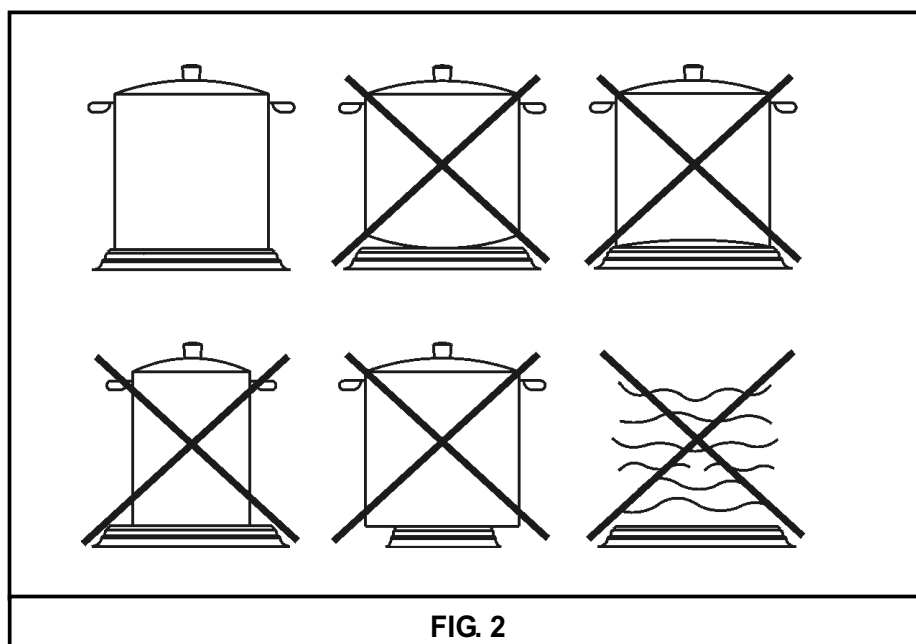

FIG. 2
- *Utilizzare pentole con fondo piano e di alto spessore (vedi fig. 2).*